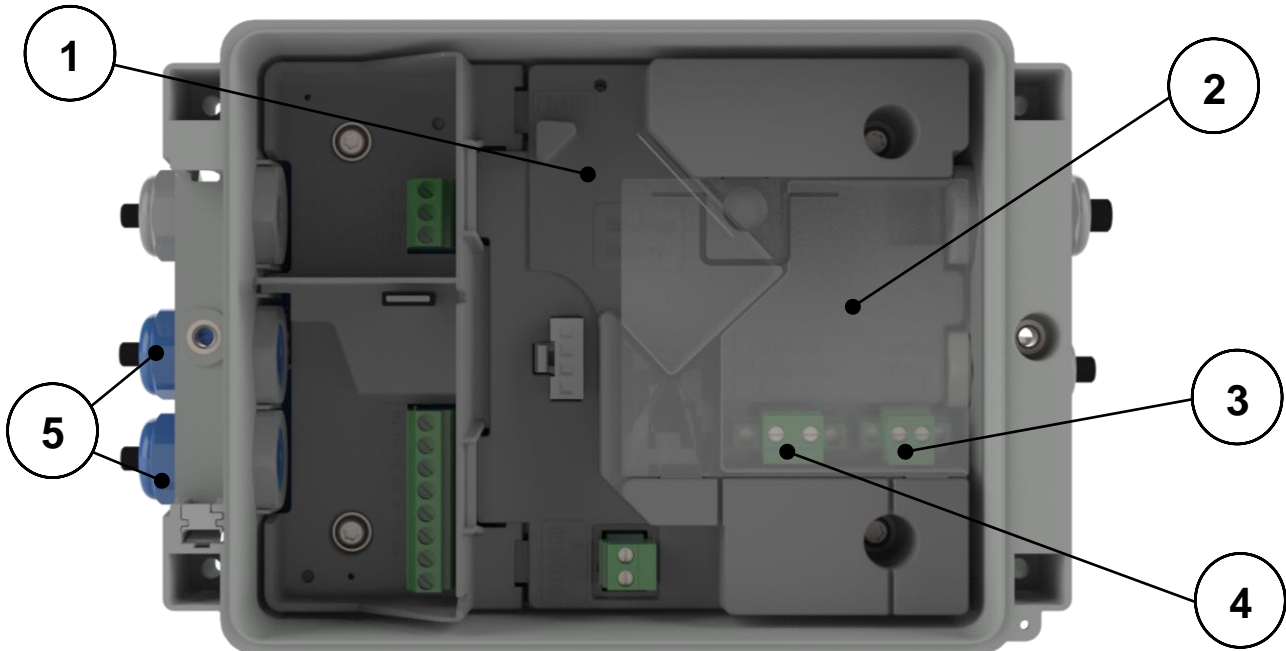
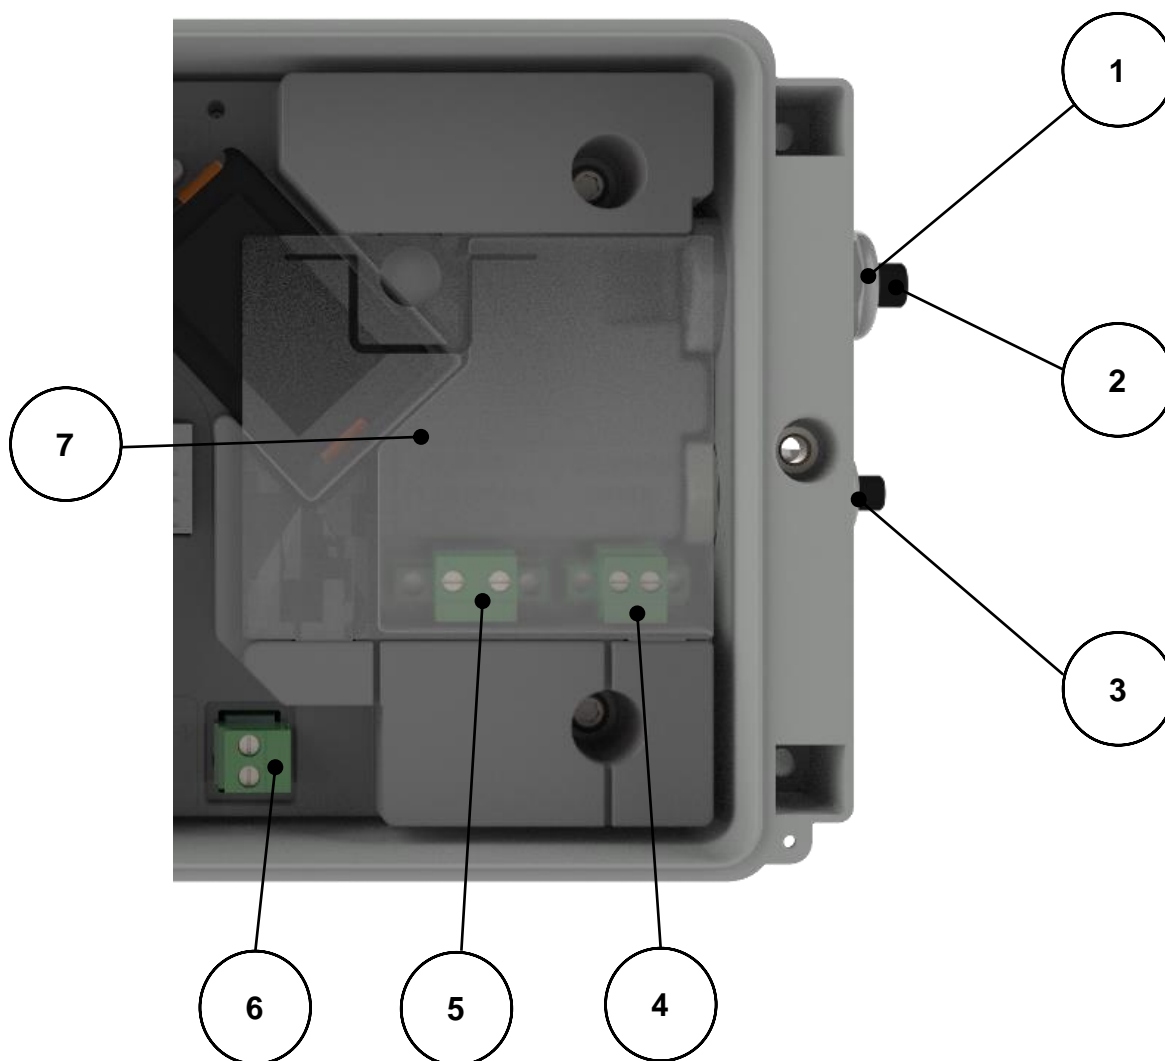

Abb. 1
Abb. 6
Zusätzliche Hinweise zur Explosionssicherheit, siehe Abbildung 1:
3. Wenn ein montiertes Kabel aus irgendeinem Grund entfernt und wieder installiert werden soll, prüfen Sie, ob das Kabel richtig installiert ist, ob es lose Drähte gibt und ob die Kabeldurchführungen richtig angezogen sind. Prüfen Sie auch, ob die Ex-Schutzabdeckung (2), siehe Abbildung 1, vorhanden ist.
4. Bei allen Aktionen, die das Lösen der Ex-Schutzabdeckung (2) beinhalten, sollte zuerst die Netz- oder externe Gleichspannung entfernt oder ausgeschaltet werden.
8. Optional kann eine Backup-Batterie installiert werden. Es darf nur eine Original Wigersma & Sikkema Backup-Batterie, Typ NN2758, installiert werden. Der Einbau erfordert das Lösen der Ex-Schutzabdeckung (2), siehe Anweisungen unter Punkt 4.
Schließen Sie das Gerät erst wieder an das Stromnetz an, wenn alle Kabel angeschlossen sind und die Ex-Abdeckung (2) aufgesetzt wurde, siehe Abbildung 1.
Die Netzspannung nur anschließen, wenn alle Kabel angeschlossen sind. Bei Änderung der Anschlüsse sorgen Sie unbedingt dafür, dass das Gerät spannungsfrei ist und gegen Wiedereinschalten gesichert ist. Immer die Ex-Schutzabdeckung (Abb. 1, 2 oder Abb. 6, 7) über dem Netzanschluss anbringen.
Der UNICOM 300 mit Netzanschluss kann auch mit 24V (15 - 32VDC) betrieben werden. Der 24V-Anschluss ist an dem 24V-Aufkleber zu erkennen, der beim Anschluss der 24V entfernt werden muss. Stellen Sie sicher, dass + und - richtig angeschlossen sind. Falsche Anschlüsse führen zum Auslösen der Sicherung. Das Gerät muss dann zur Reparatur an W&S geschickt werden. Siehe auch (4) in Abbildung 6.
2. Führen Sie das Netzkabel durch die Kabelverschraubung (Abb. 6, 1).
3. Schließen Sie das Netzkabel an die 230 VAC oder 24 VDC Klemme im UNICOM 300 an (Abb. 6, 5).
4. Schrauben Sie die Klemme und die Verschraubung fest und setzen Sie die Ex-Schutzkappe auf (Abb. 6, 7)
5. Schließen Sie die Spannungsversorgung für das UNIGAS 300 (Abb. 6, 6) an (optional).